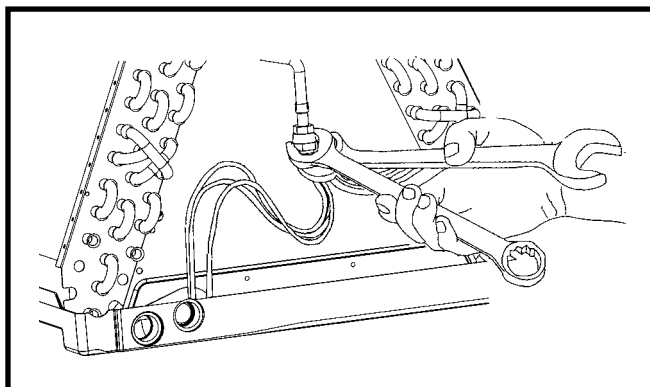

Figure 6. Desserrage de l'écrou et du boîtier du distributeur
5. À l'aide de deux clés, desserrez l'écrou et le boîtier du distributeur tel que montré dans la Figure 6. Tournez l'écrou de l'assemblage dans le sens contraire aux aiguilles d'une montre jusqu'à ce que les deux moitiés de l'orifice se séparent.